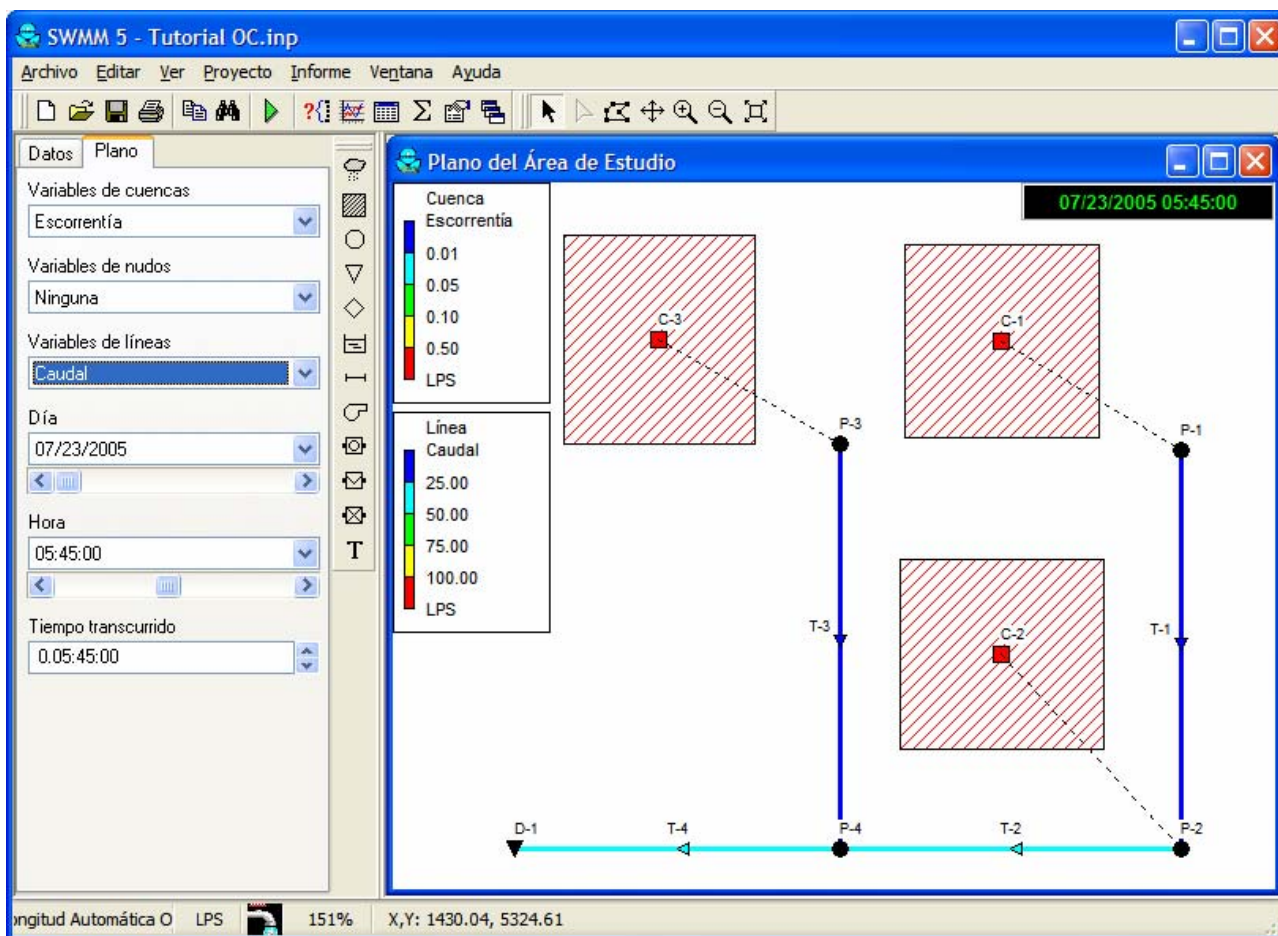

Figura 2.12. Ejemplo de visualización del código de colores con los resultados sobre el plano del área estudiada.
2. Seleccionar las variables que se desean visualizar para las cuencas, nudos y líneas a partir de los desplegables que aparecen bajo las etiquetas Variables de Cuencas, Variables de Nudos y Variables de Líneas. En la Figura 2.12, se han seleccionado para representar la escorrentía de la cuenca y el caudal de las líneas.
- Los controles de Día, Hora y Tiempo Transcurrido del Visor del Plano se pueden utilizar para desplazar los resultados presentados en diferentes instantes de tiempo. La Figura 2.12 representa los resultados a las 5 horas y 45 minutos de la simulación.